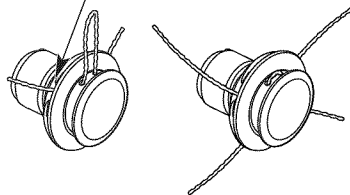

Fig. 16
5. Empuje y/o tire de la línea de modo que ésta se ajuste al cabezal central y quede completamente extendida a través de los túneles de colocación. (Fig. 16)